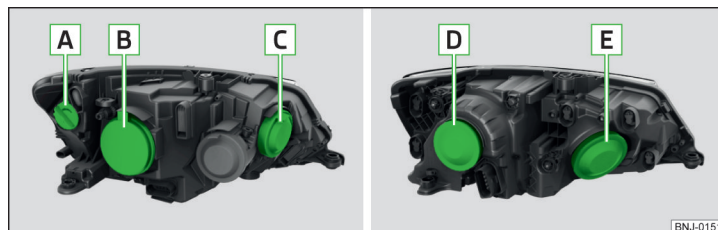

Fig. 203 Prezentarea în principiu: Faruri cu halogen/Proiectoare cu halogen
Disponerea becurilor cu incandescență » fig. 203
- Scoateți capacul de protecție **B** » fig. 203 la pagina 191.
- › Așezați capacul de protecție **B** » fig. 203 la pagina 191.
- › Scoateți capacul de protecție **C** » fig. 203 la pagina 191.
- › Introduceți capacul de protecție **C** » fig. 203 la pagina 191.
- › Scoateți capacul de protecție **B** » fig. 203 la pagina 191.
- > Scoateți capacul de protecție D » fig. 203 la pagina 191.
- > Așezați capacul de protecție D » fig. 203 la pagina 191.